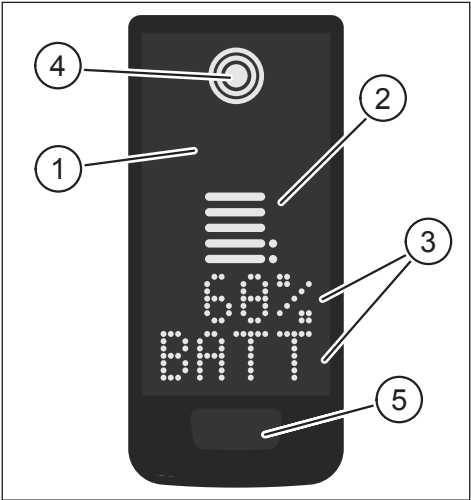
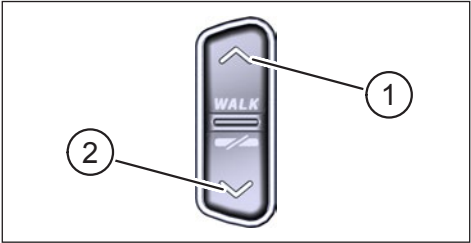

Fig. 1: Funcionamiento y componentes de indicación en el Display
Fig. 2: Funcionamiento en el Remote
Pos. en Fig. 1	Descripción
Pos. en Fig. 2	Descripción
- ▶ Mantenga pulsado el botón en el Display (Pos. 5 en Fig. 1) y el botón ABAJO en el Remote (Pos. 2 en Fig. 2) durante al menos 5 segundos.
- Con una doble pulsación de sobre el botón de la Display (Pos. 5 en Fig. 1) se pasa a la siguiente vista de la pantalla.